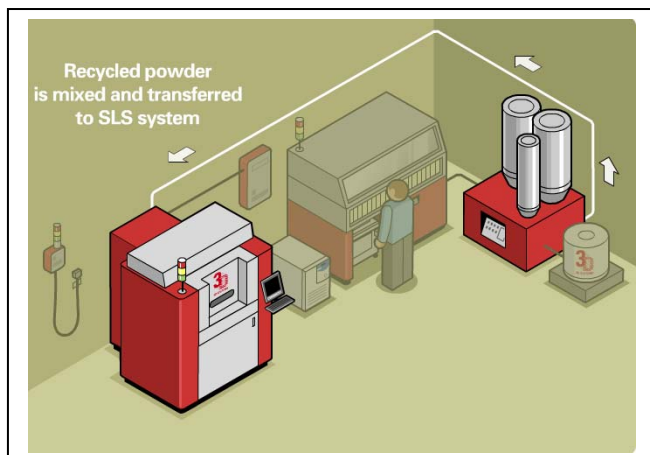

Рис. 5 Подача новой дозы порошка для следующего построения модели
4. Отработанный порошок автоматически подается в камеру рециклирования **IPS**, где происходит подготовка новой порции порошка для построения нового задания. Часть порошка удаляется «на выброс» и замещается свежим порошком из емкости **IPC**. Из камеры **IRS** новая доза порошка по системе трубопроводов автоматически подается в **RP**-машину, рис. 5.